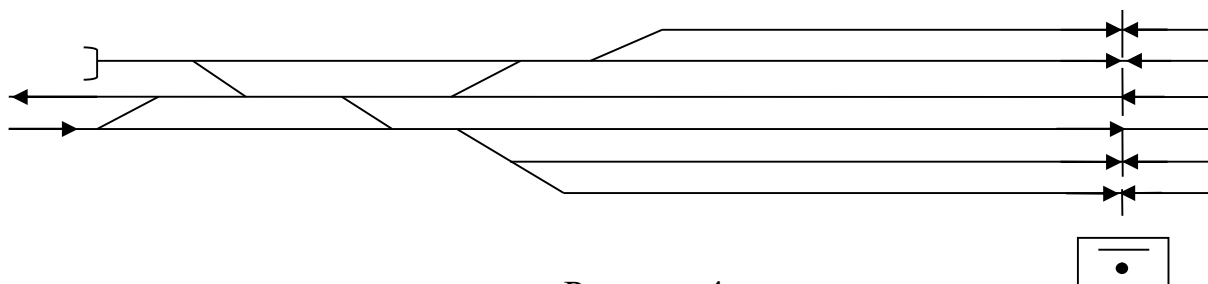

Рисунок 4
4. На схематическом плане четной горловины станции (рис. 4) пронумеруйте пути и стрелки, произведите расстановку изолирующих стыков, входных, выходных и маневровых светофоров. Составьте таблицу основных поездных маршрутов.